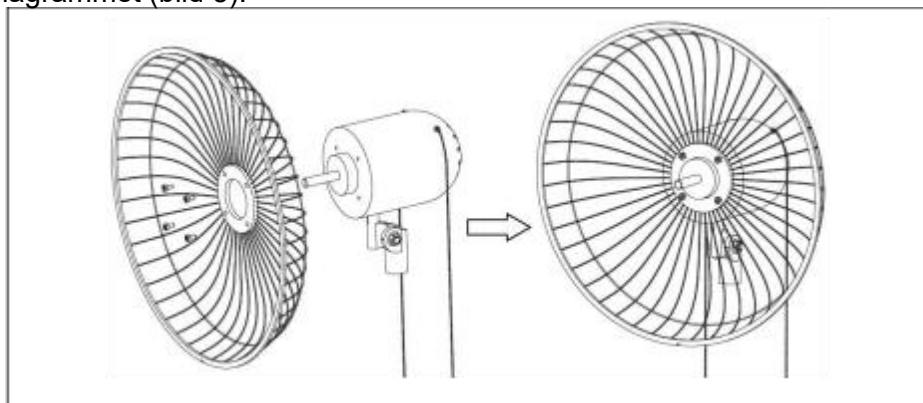

Bild 5 .
1) . Ta bort gallerskrivarna från motorhuvudet. Fäst sedan det bakre gallret (12) på motorhuvudet med den bakre gallerskrivaren (13) enligt diagrammet (bild 5).